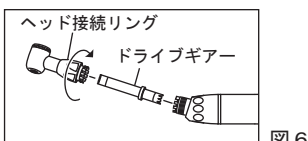

図6
- ①ヘッド接続リングをゆるめハンドピースからヘッドを取り外し、ヘッドのドライブギアを引き抜きます。(図6)